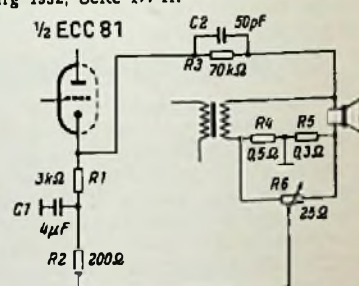
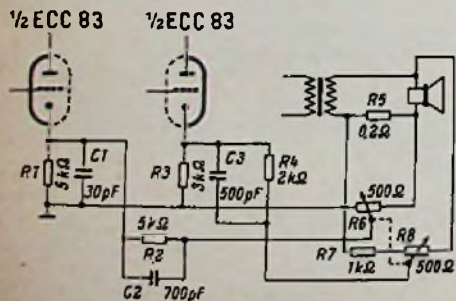

Bild 8. Kombinierte Rück- und Gegenkopplung vom Ausgang auf die Spannungsverstärkerstufe
Bild 9. Gekoppelte Einstellung von Rück- und Gegenkopplung
Bild 8. Stereodyn-Schaltung. Strom- und Spannungsverhältnisse, sowie Lage der Belastungswiderstände. Der Lautsprecher R_1 wurde auf die Primärseite übersetzt, um die Rechnung zu vereinfachen
Das Schaltbild nach Bild 8 zeigt die elektrische Ausführung der Stereodyn-Schaltung. Der Anodenstrom der Endstufe gelangt in üblicher Weise zur Primärwicklung 1...2 des Ausgangsübertragers Tr. Die Sekundärwicklung hat eine Mittelanzapfung. Der eine der beiden Lautsprecher, dargestellt durch den Widerstand R_1 , liegt stets zwischen den Klemmen 3 und 4 der Sekundärwicklung. Der
Bild 7 geht dann in die vereinfachte Darstellung Bild 8 über. R_1 ist auf die Primärseite transformiert und mit R_{10} zu R_1 zusammengefaßt worden. L und C seien so dimensioniert, daß für die Stereo-Übergangsfrequenz f_0 (Gleichung 3) gilt:
Die Auswertung der Gleichung (8) zeigt Bild 9. Man erkennt, daß der Verlauf des Betrages im ganzen Frequenzbereich um den Wert 1 pendelt, und zwar mit einer maximalen Abweichung von ca. 10%. Der Lautsprecher R_2 erhält damit tatsächlich im ganzen Frequenzbereich beim Stereo-Betrieb die gleiche Leistung wie beim Normalbetrieb. Es zeigt sich, daß in der Praxis auch der Frequenzgang des Verstärkers bei vorhandener Gegenkopplung durch die Stereo-Schaltung nicht verändert wird.
Bild 9. Verlauf der Spannung (Betrag) am Lautsprecher R_2 (Bild 8) bei Stereo-Betrieb in Abhängigkeit von der Frequenz, nach Gleichung (8) errechnete Werte. Normierte Darstellung. U_{R_2} ist der Spannungsbetrag, welcher bei Normalbetrieb an R_2 liegt. ω_0 ist die Übergangsfrequenz der Stereodyn-Schaltung; sie beträgt im praktischen Fall z. B. $2\pi \cdot 460$ Hz
Eine übersichtliche Art der Kombination von Rück- und Gegenkopplung zeigt der Schaltungsausschnitt Bild 8. Hier liegen die Widerstände R 4 und R 5 in Reihe mit Transformatorwicklung und Lautsprecher-schwingspule. Da die Verbindung zwischen R 4 und R 5 am Chassis liegt, gibt es auf der Schleifbahn von R 6 einen spannungsfreien Punkt, der die Teile der Bahn verbindet, auf denen der Schleifer Rück- oder Gegenkopplungsspannung abgreift und über R 2 und R 1 der Katode einer voraufgehenden Spannungsverstärkerstufe zuführt. Dabei beschränkt sich der Einfluß auf die hohen Tonfrequenzen, weil der Kondensator C 1 die tiefen ableitet. Der an R 6 einstellbare Kopplungsgrad wirkt je nach Einstellung gegen oder mit der Gegenkopplung vom Lautsprecher über R 3/C 2 zur Katode der Vorröhre.
Sollen sowohl Rück- als auch Gegenkopplung veränderlich sein, so kann das durch eine Anordnung nach Bild 9 geschehen. Hier liegen die Widerstände R 5 und R 6 parallel im Lautsprecherkreis, R 7 und R 8 darüber. Da die Potentiometer R 6 und R 8 mechanisch gekuppelt sind, zeigen Gegen- und Rückkopplungsspannung entgegengesetzten Verlauf, wobei die beiden Kanäle durch